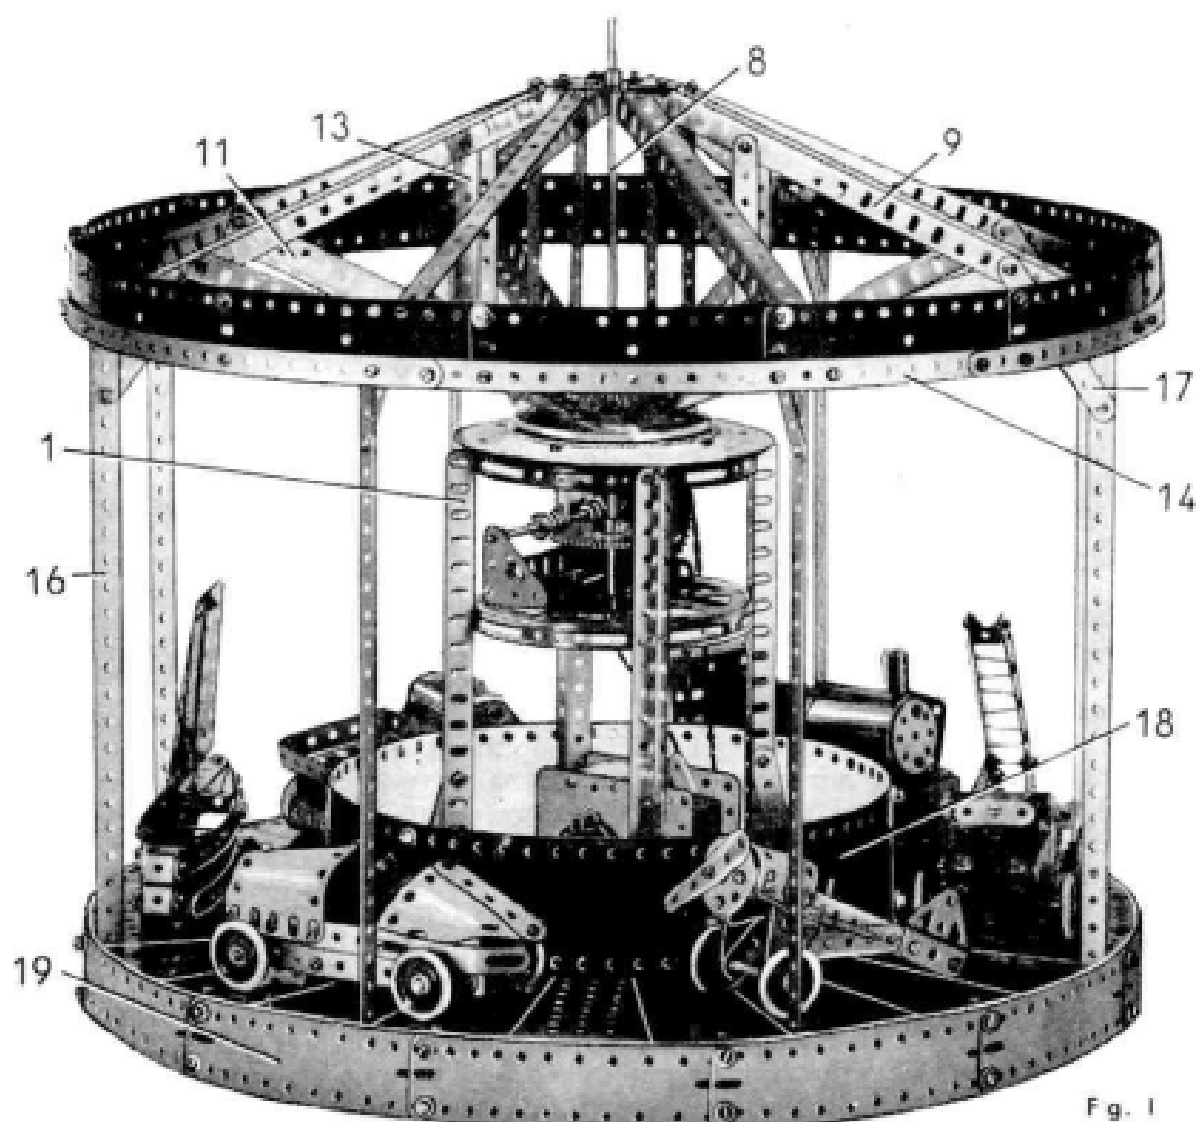

Fig. 1
Le plancher mobile du manège est une couronne (15) formée de 24 plaques secteurs à rebords boulonnées côte à côte. Une bande de 25 trous (16) (fig. 1) est boulonnée verticalement toutes les trois plaques : cela donne au total 8 bandes (16) qui sont boulonnées au dernier trou des cornières (9). L'assemblage des bandes (16) et des cor-